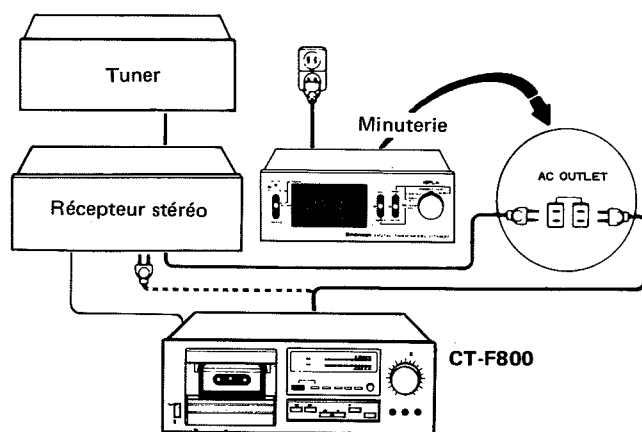

Fig. 6
1. Relier le cordon d'alimentation du CT-F800 à la minuterie comme indiqué sur la Fig. 6. En même temps, relier le cordon d'alimentation du composant stéréo (récepteur, tuner, amplificateur, etc) qui est déjà relié au CT-F800 de manière à ce que les fonctions de marche et d'arrêt d'alimentation de ce composant soient contrôlées par la minuterie.
1. Relier la platine de magnétophone comme indiqué sur la Fig. 6, et régler les commandes en suivant la procédure sous la rubrique "Reproduction" étapes 1 à 5 à la page 27.